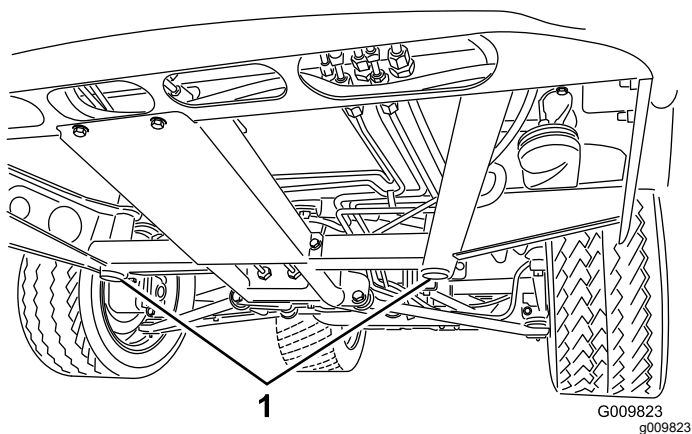
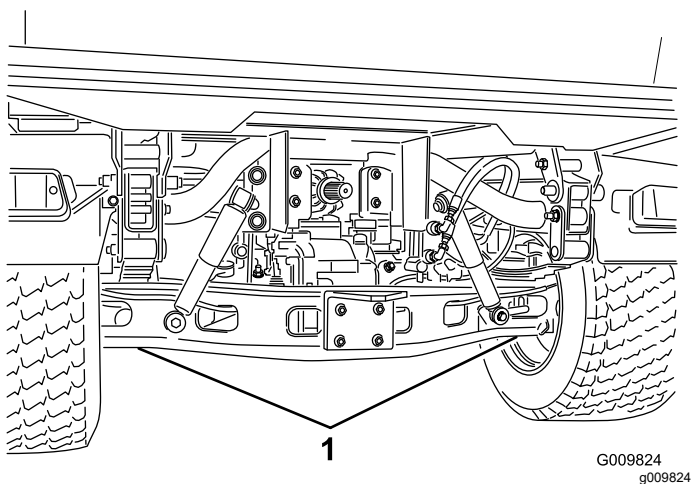

Figura 37
Figura 38
- Il punto di sollevamento della parte anteriore della macchina si trova sotto il supporto anteriore centrale del telaio (Figura 37), mentre quello della parte posteriore si trova sotto l'assale (Figura 38).